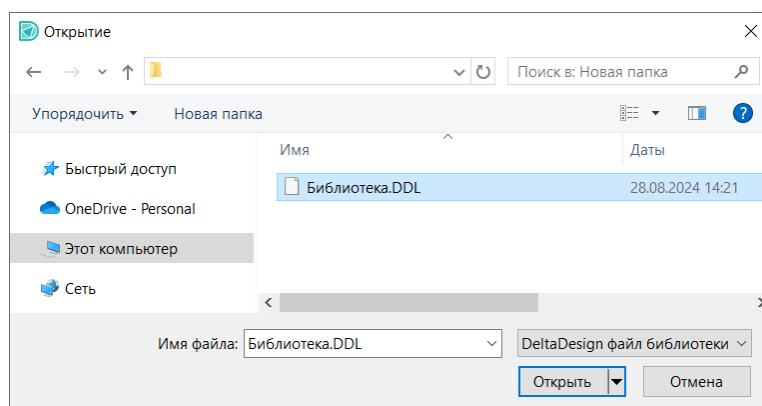

Рис. 22 Выбор импортируемой библиотеки в окне проводника
**Примечание!** Для отображения окна проводника «Открытие» можно воспользоваться символом , расположенным в правой части поля «Имя файла», и выбрать импортируемый файл с библиотекой формата .ddl, см. Рис. 22